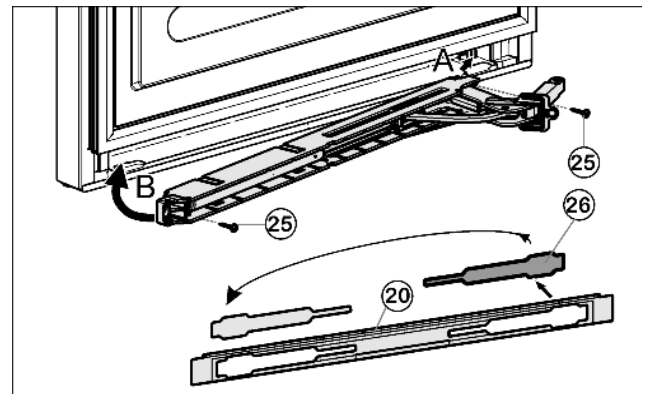

Рис. 13
- Насадите дверь на опорные болты Рис. 13 (42).
- Выньте защитную крышку Рис. 13 (26) из заглушки Рис. 13 (20) и снова установите на другую сторону.
- Прикрутите доводчик (2 раза Torx 15) Рис. 13 (25).